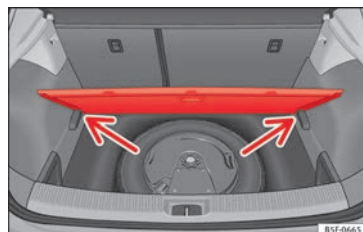

Fig. 180 Maletero: piso variable
- Apoye el piso sobre los alojamientos previstos para tal uso » » » **fig. 180** (flechas).